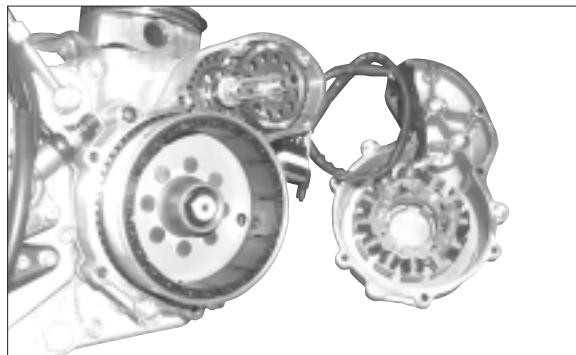

Fig. 51
1. Rimuovere il carter (Fig.51)
1. Remove the case (Fig. 51)
1. Das Gehäuse entfernen (Abb. 51)
1. Retirer le carter (Fig.51)